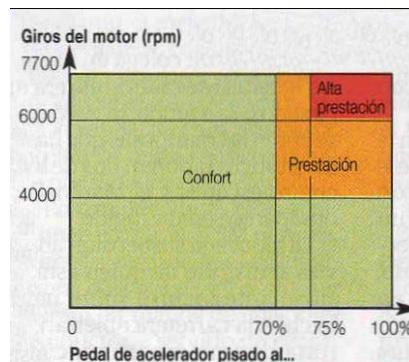

Figura 20. Respuesta en modo sport
– Secuencial. Los cambios se pueden realizar bien a través del mando o por medio de unas levas en el volante. Existe un modo *sport* para conducción deportiva (Figura 20).